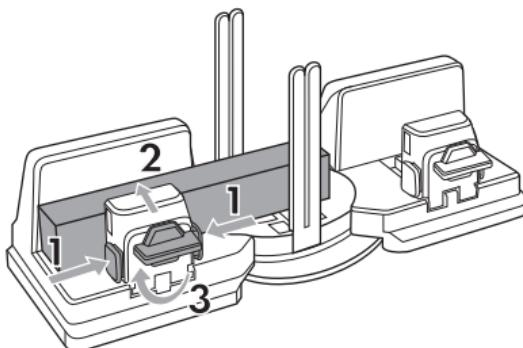

Abb. 6
- ◆ Halten Sie die Freigabeknöpfe **④** gedrückt und verschieben Sie die Spannklemme **②**, um das Holzwerkstück zu platzieren.
- ◆ Legen Sie das Holzwerkstück zwischen die Haltebacke **③** und der Spannklemme **②**. Achten Sie darauf, dass das Holzwerkstück an den Führungsstäben **⑦** vorbei geführt ist (siehe Abb. 6).
- ◆ Halten Sie die Freigabeknöpfe **④** gedrückt und verschieben Sie die Spannklemme **②** zum Holzwerkstück. Lassen Sie die Freigabeknöpfe **④** los, wenn das Holzwerkstück eingespannt ist (siehe Abb. 6).
- ◆ Drehen Sie den Feststellknopf **⑤** im Uhrzeigersinn, um das Holzwerkstück zu fixieren (siehe Abb. 6).